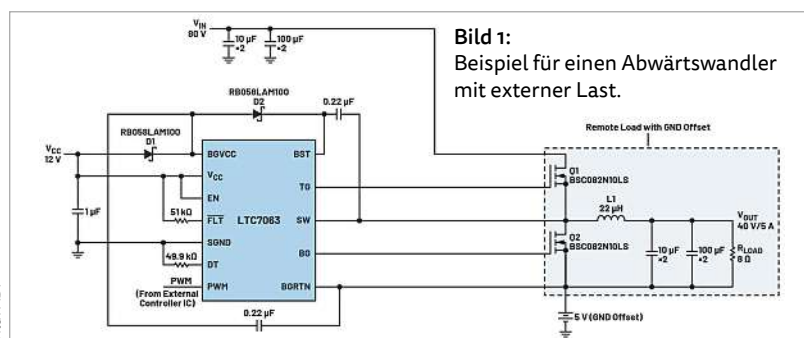

Bild 1:
Bild 1 zeigt einen 2:1-Abwärtswandler mit einer externen Last, der den LTC7063 verwendet. Er arbeitet mit einer Eingangsspannung bis 80 V und liefert die halbe V_{IN} bei einer maximalen Last von 5 A. Der PWM-Pin empfängt von einem externen Controller ein Logiksignal mit drei Zuständen und das Gate des High-Side-MOSFETs wird auf High geschaltet, wenn das PWM-Signal über den Schwellwert steigt. Der Low-Side-MOSFET wird komplementär zum High-Side-MOSFET angesteuert. Durch die Hysterese zwischen dem ansteigenden und abfallenden Schwellwert des Eingangssignals wird ein falsches Triggern der MOSFETs verhindert. Beide MOSFETs werden während des Hysterese-Intervalls des Eingangssignals auf Low gezogen. Liegt der Enable-Pin (EN) auf High, entsprechen sowohl der Ausgang des Top-Gates (TG) als auch des Bottom-Gates (BG) dem PWM-Eingangssignal und ziehen den EN-Pin auf Low. Damit werden die Ausgänge von TG und BG ebenfalls auf Low gezogen (Bilder 2 und 3). Das Bootstrapping der Spannungsversorgungen BST-SW und BGVCC-BGRTN gewährleistet einen effizienten Betrieb der High- und Low-Side-Treiber ohne zusätzliche isolierte Versorgungsspannung, was sowohl die Kosten als auch die Anzahl der Bauteile auf der Platine reduziert.